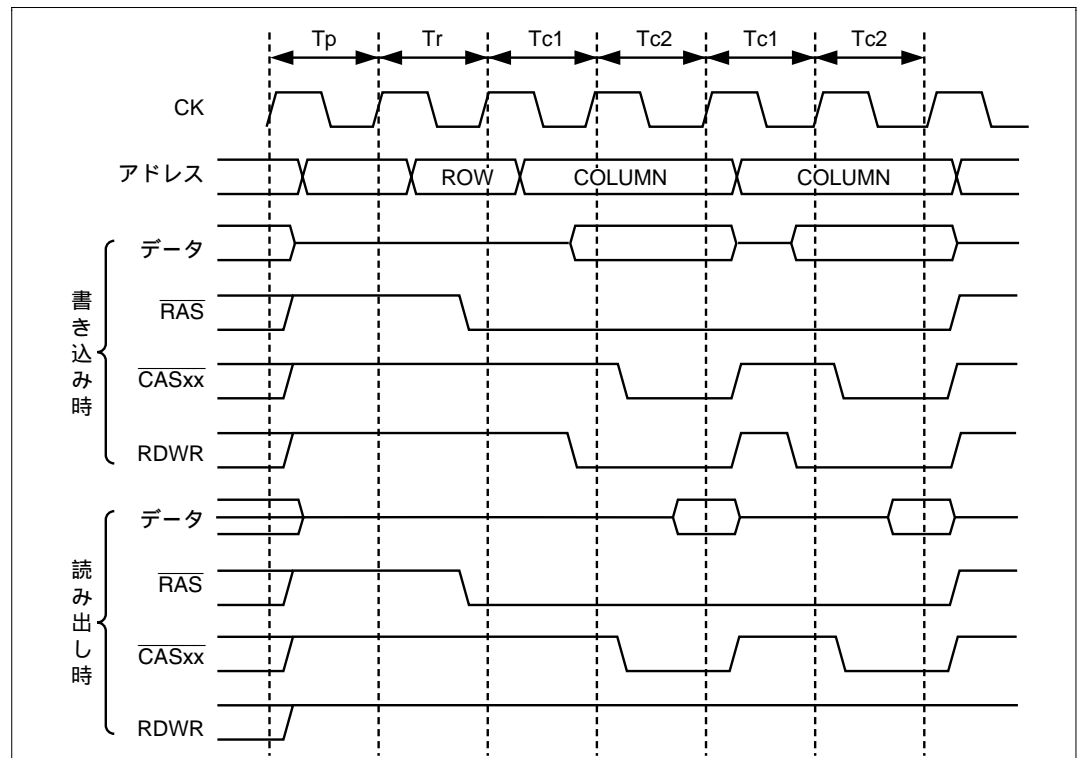

図 10.12 DRAM バスサイクル (高速ページモード)
(1) 高速ページモード
DCR のバーストイネーブルビット (BE) の設定によって、高速ページモードを利用したバーストアクセスを行うことができます。タイミングを図 10.12 に示します。バーストアクセスを行う場合にも、DCR によるウェイトサイクルの挿入を行うことができます。